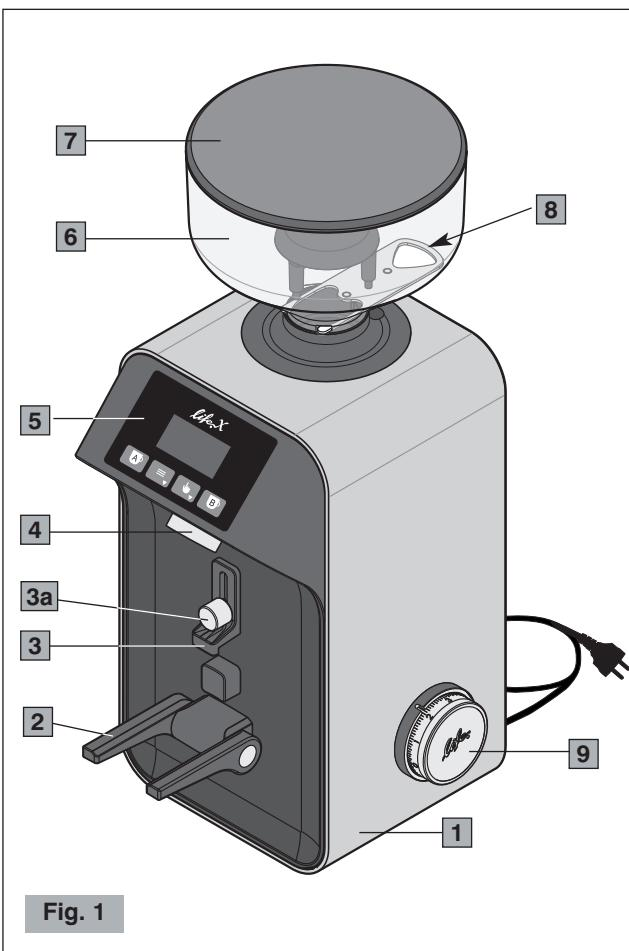
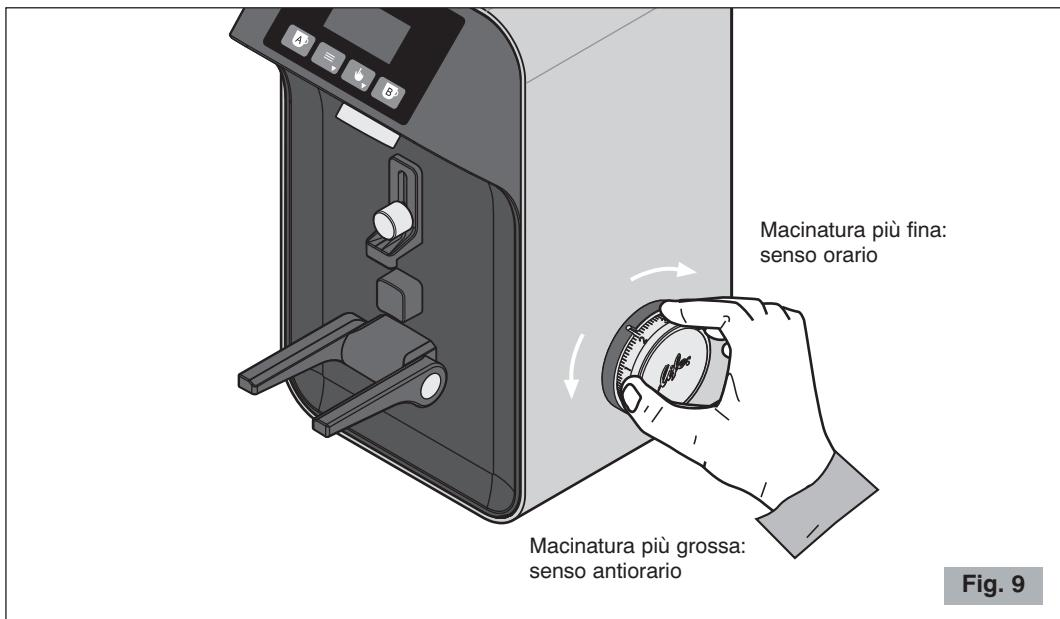

Fig. 1
Fig. 9
### Componenti principali (Fig. 1, Fig. 2, Fig. 3, Fig. 4, Fig. 5)
5. Accertarsi che il contenitore dei chicchi di caffè (campana) sia correttamente posizionato e abbia l'otturatore (8 Fig. 1) completamente aperto fino a fine corsa. Stringere, senza forzare eccessivamente, la vite di fissaggio della campana (6a, Dettaglio A Fig. 3).
- 2** Portare l'interruttore ON-OFF sulla posizione "I" (10 Fig. 2). Si accende il display della tastiera (5 Fig. 1) (vedere Fig. 6).
- 3** Posizionare la coppa porta-filtro sopra la forcella (2 Fig. 1) bloccandola sotto il supporto (3 Fig. 1) preventivamente regolato in base al modello della coppa porta-filtro utilizzata.
Una ulteriore correzione del grado di macinatura è possibile ruotando la manopola di regolazione macinatura (9 Fig. 1) (vedere Fig. 9).
**NOTA!** Si raccomanda di macinare piccoli quantitativi di caffè lasciando svuotare le macine ad ogni tentativo di regolazione aprendo e chiudendo quindi ogni volta l'otturatore (8 Fig. 1).